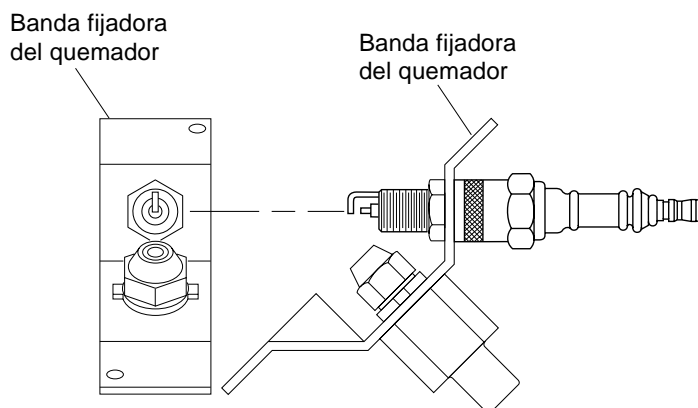

Figura 13 - Rotación de la bujía, modelo de 8,8 kW (30,000 Btu/hr)
10. Vuelva a colocar la banda fijadora del quemador en la bujía. Gire la banda fijadora del quemador para posicionar los electrodos de la bujía (vea la Figura 13).